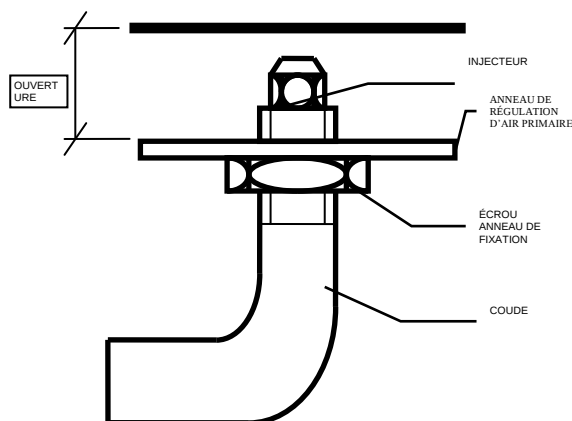

Fig.. 2
- c) Dévissez l'injecteur dans le sens antihoraire, selon fig. 2.
- Lâchez l'écrou (Fig. 2).
- Serrez ou déserrez l'anneau régulateur du brûleur jusqu'à l'ouverture "D" (Fig. 2 et tableau 6) selon le type de gaz à installer.